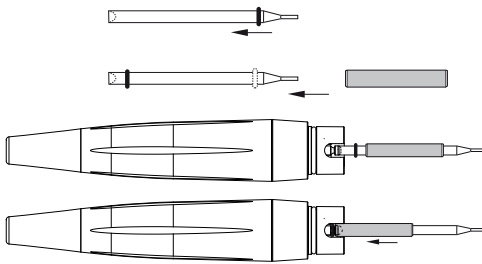

Abb. 6 Wartung des Handstücks
- Den Dichtungs-O-Ring auswechseln, wenn dieser beschädigt oder abgenutzt ist, jedoch mindestens einmal im Jahr. Der Dichtungs-O-Ring befindet sich innen im hinteren Teil. Zum Auswechseln das schwarze Werkzeug-Set benutzen (s. Abb. 6).